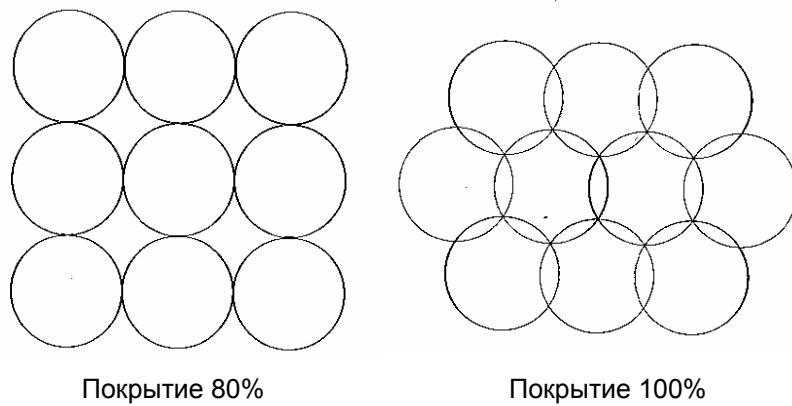

Рисунок 49 - Область покрытия громкоговорителей
5.2.4 Определить схему расположения громкоговорителей для получения нужной области покрытия (см. Рисунок 49).